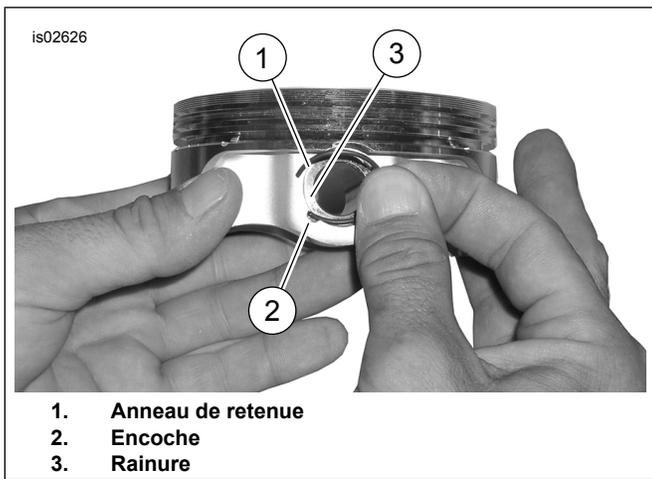

Figure 3. Anneau de retenue et piston
- Voir Figure 3 . Insérer l'extrémité ouverte de l'anneau de retenue (1) dans l'encoche (2), sur la rainure (3), autour du bossage de l'axe de piston, de façon que l'ouverture soit à la position de 12 h ou de 6 h une fois installé.